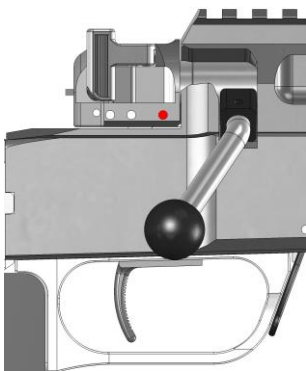

Bild 5
**Sicherung hinten = „Sicher“ und Kammer gesperrt (Bild 5)**